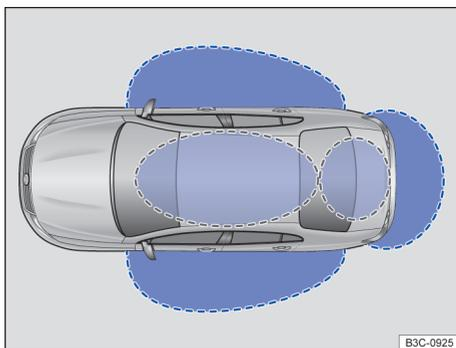
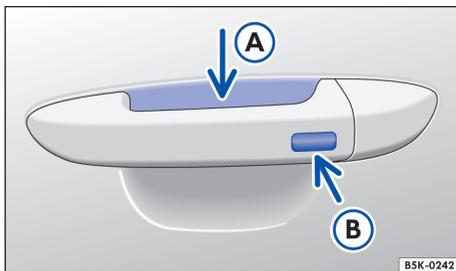

Fig. 60 Sistema de travamento e de partida Keyless Access sem chave: áreas de aproximação.
Fig. 61 Sistema de travamento e de partida Keyless Access sem chave: área de sensores na maçaneta da porta dianteira.
chave do veículo válida esteja na área de aproximação → Fig. 60. E que uma superfície dos sensores na maçaneta das portas dianteiras → Fig. 61 seja tocada, ou que o botão da tampa do compartimento de bagagem → Página 81 seja acionado → C.
Quando o veículo está travado e uma chave do veículo válida se encontra na faixa de proximidade → Fig. 60 da tampa do compartimento de bagagem, esta destrava automaticamente ao ser aberta.
- Além disso, antes de 5 segundos, tocar uma vez o sensor para travamento na parte externa da maçaneta da porta dianteira → Fig. 61 B. Não aperte a maçaneta.